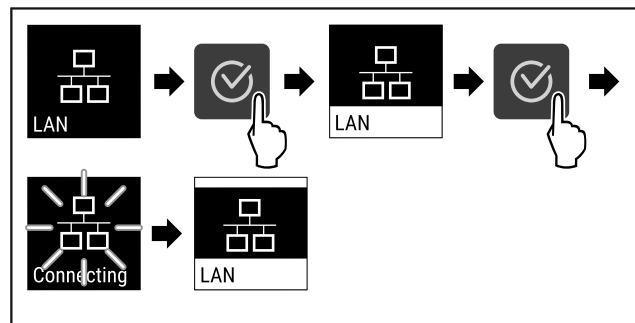

Fig. 91
- ▶ Εκτελέστε τα βήματα ενεργειών (βλέπε Fig. 91).